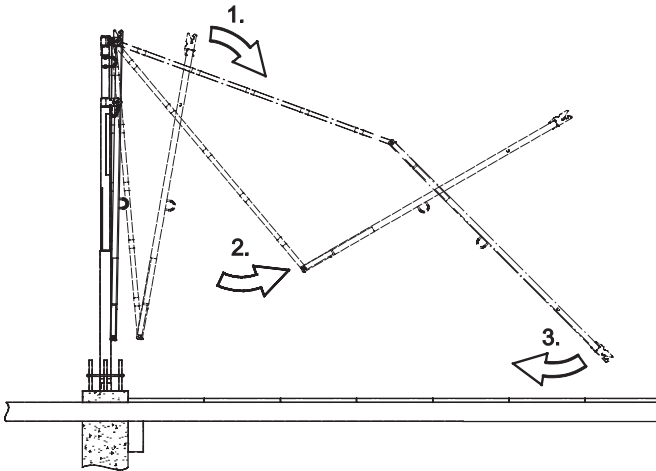

Abbildung 27. Aufklappen des SkyReach Ankers
2. Lösen Sie den Sicherungsbolzen, der den Ausleger und die Stütze hält, an der unteren Öse des Mastes. Lösen Sie den Ausleger und die Stütze des SkyReach Ankers und fahren Sie fort gemäß Abbildung 27.